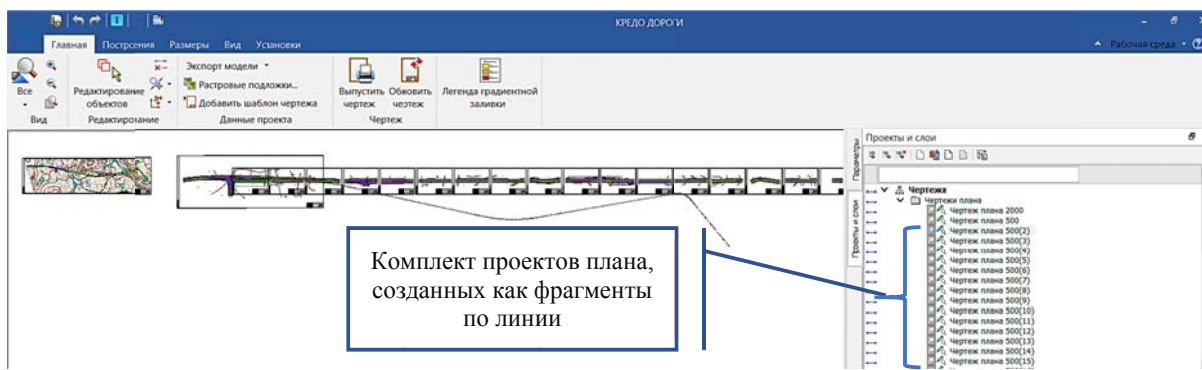

Рис. 6.19. Результат формирования фрагментов чертежей по линии в окне «Чертежи»
- По завершении команды в окне **Чертежи** просмотреть результат выполнения команды (рис. 6.19).